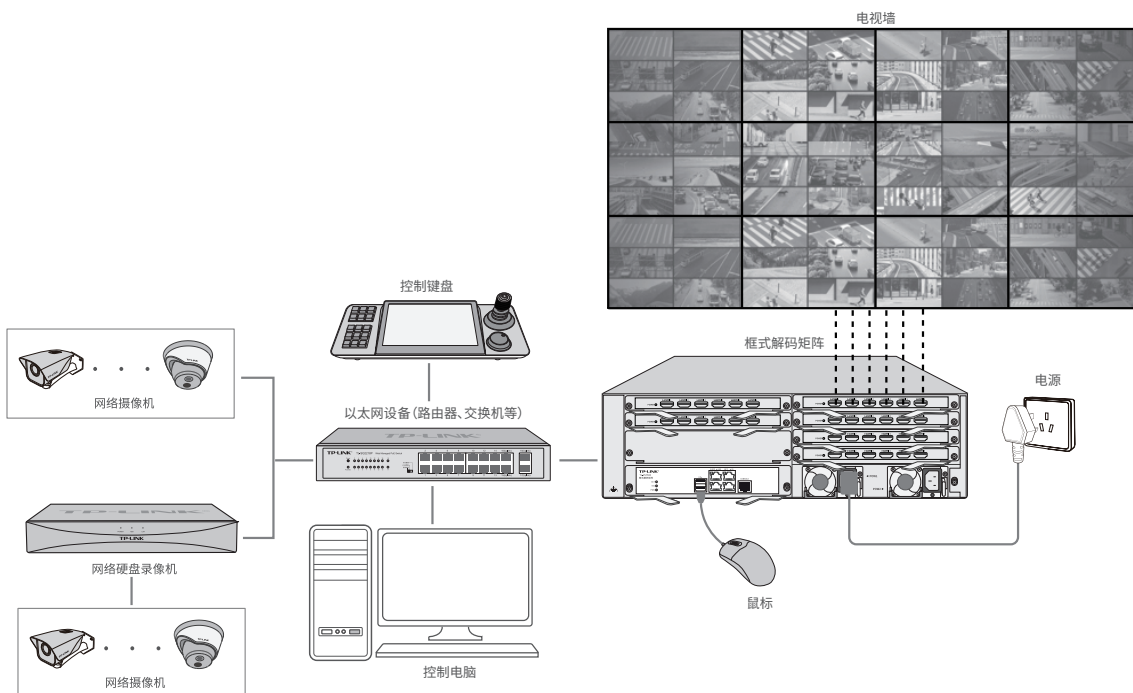

图3-1 连接示意图
框式解码矩阵可以与网络摄像机及网络硬盘录像机搭配使用，可参考图3-1连接设备。
1. 确保解码矩阵已正确连接到电源及其它设备，连接方式可参考图3-1；